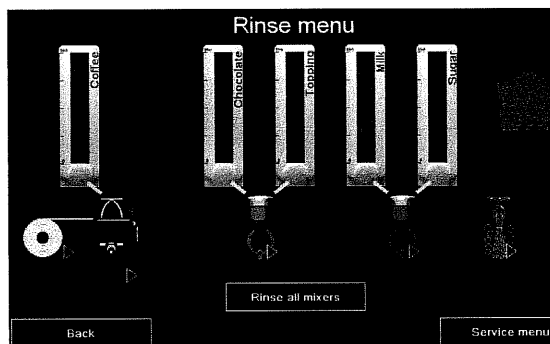

bild 6-4
Maskinen är utrustad med en avancerad feldetektion och tillhörande underhållsmeny (sköljning) (se bild 6-4). Denna meny är tillgänglig för operatören och innehåller funktioner för normalt underhåll av maskinen.
1. Öppna dörren på maskinen (den är nu i serviceläge och på pekskärmen syns sköljningsmenyn. Se bild 6-4).
- 5 Skölj blandarsystemen genom att trycka på knappen "Skölj alla blandare" (Se bild 6-4).
- 1 Öppna dörren på maskinen (maskinen är nu i serviceläge och på pekskärmen syns sköljningsmenyn. Se även bild 6-4).